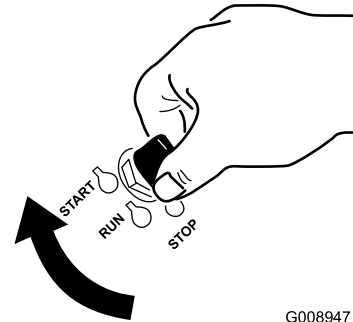

Figure 19
6. Tournez la clé de contact à la position de **DÉMARRAGE** (Figure 19).